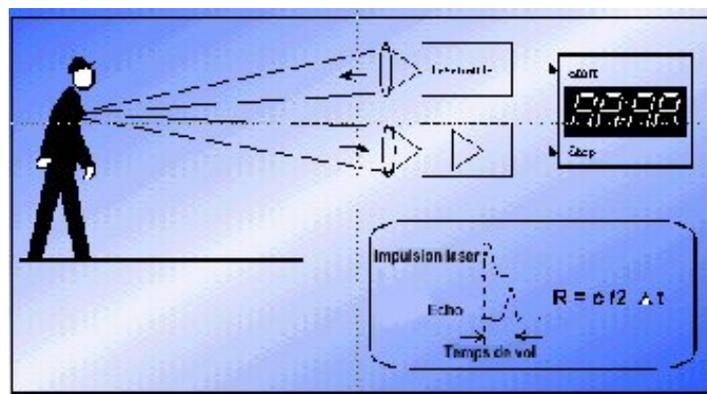

Fig 1
- les télémètres à temps de vol (cf fig1) ont actuellement une plus faible résolution, mais grâce aux progrès technologiques (utilisation de diodes laser et de compteurs à UHF)les limites sont constamment repoussées . Par ailleurs leur plage de mesure peut être très importante (plusieurs km) et leur temps de réponse extrêmement faible.
Principe : une impulsion lumineuse très courte (un tir) est émise par une diode laser ; simultanément une horloge est démarrée (Fig1) . La distance entre le capteur et l'objet-cible est directement proportionnelle au temps mis par l'impulsion lumineuse à parcourir la distance capteur-objet puis objet capteur.